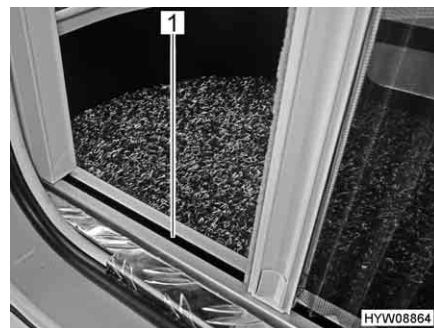

Fig. 56 Protezione contro gli insetti (guida inferiore)
- ▷ Durante l'apertura e la chiusura, afferrare la barra di presa con entrambe le mani. In questo modo è possibile limitare la possibilità che la protezione contro gli insetti si inceppi nelle guide (Fig. 56,1).